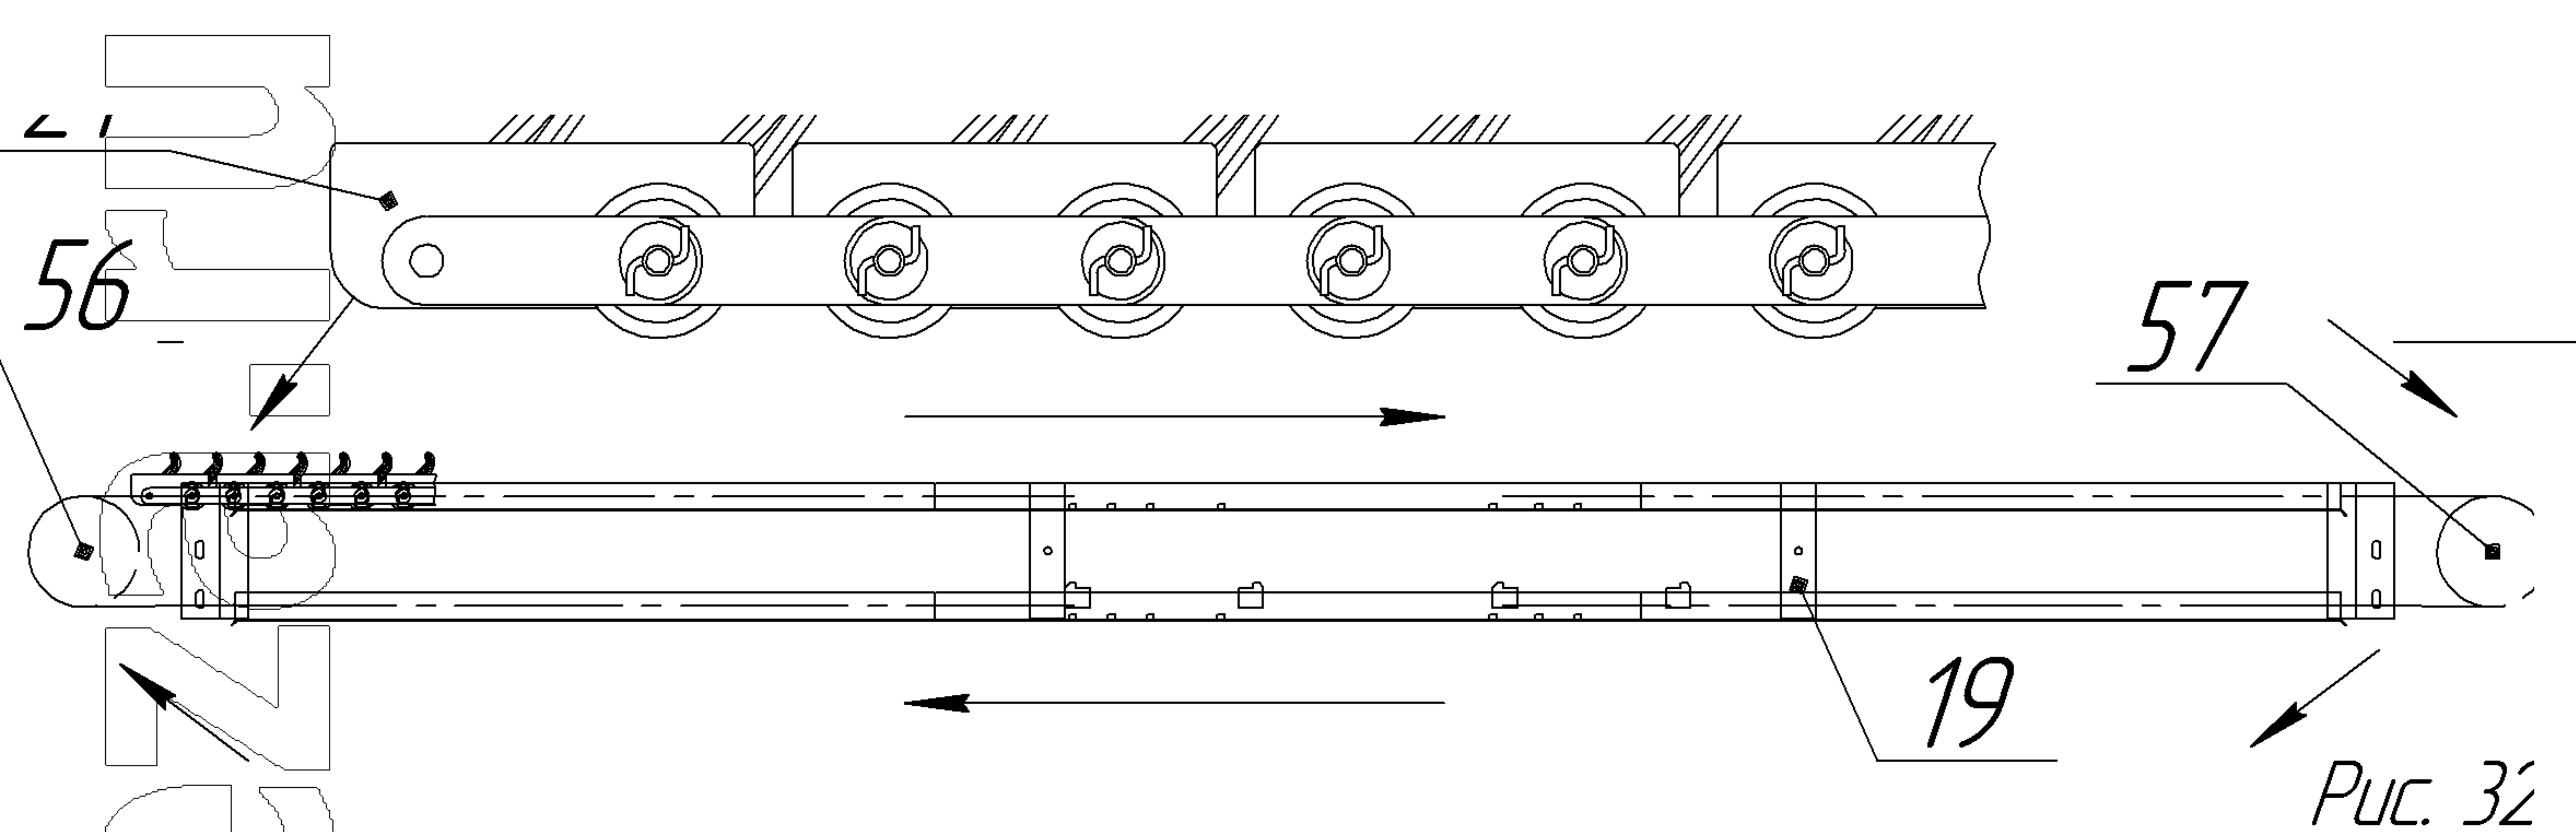

Рис. 32
**40.** Установить настил транспортера поз. 21 на плети поз. 19 рамы транспортера и ввести в зацепление со звездочками приводного поз. 56 и натяжного поз. 57 валов, протягивая настил по плетям со стороны секции разгрузки к секции загрузки по направлению стрелок (рис. 32). Вставить ось поз. 23 в звенья настила транспортера, соединить звенья между собой и закрепить четырьмя штифтами поз. 22 (рис. 8). Втулки, шайбы и штифты вставлять